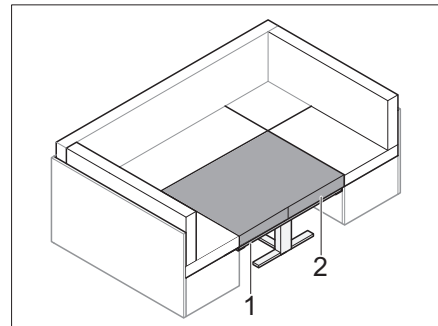

Bild 64 Inlagd tilläggsdyna
- Lagg in den medföljande tilläggsdynan (Bild 64,2).